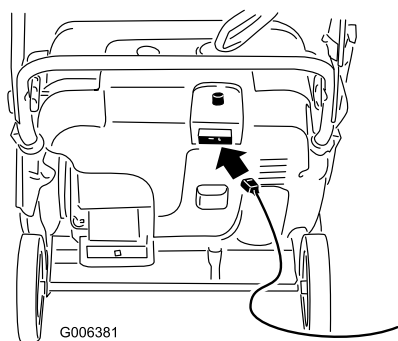
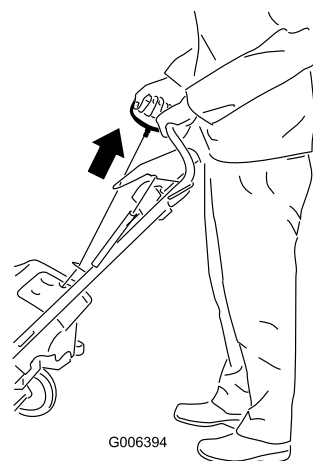

Figure 17
Figure 18
4. Raccordez la rallonge au secteur et à la machine, puis appuyez sur le bouton du démarreur électrique (modèle 38459 uniquement) (Figure 17), ou tirez la poignée du lanceur (Figure 18).